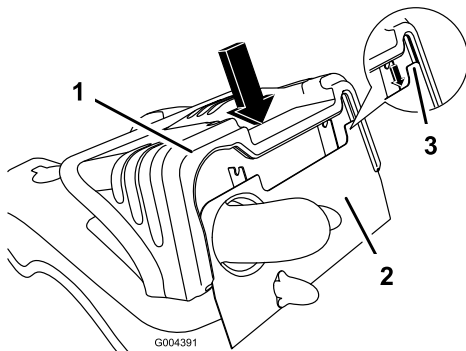

Bild 28
1. Richten Sie zum Einbau der Motorhaube den Schlitz in der Haube mit dem Rahmen aus und senken Sie die Haube vorsichtig auf den Rahmen ab (Bild 28). Stellen Sie sicher, dass der Rahmen richtig in der Kerbe der Motorhaube sitzt, bevor Sie die Haube runterdrücken. Drücken Sie die Haube vorsichtig nach unten, um den Befestigungsstift einzurasten.